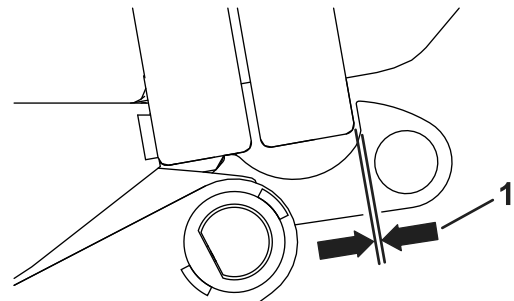

Figure 5
4. Vérifiez l'espace entre le crochet et la trappe fermée de la trémie. Un espace de 2 mm doit exister ; réglez au besoin (Figure 5).